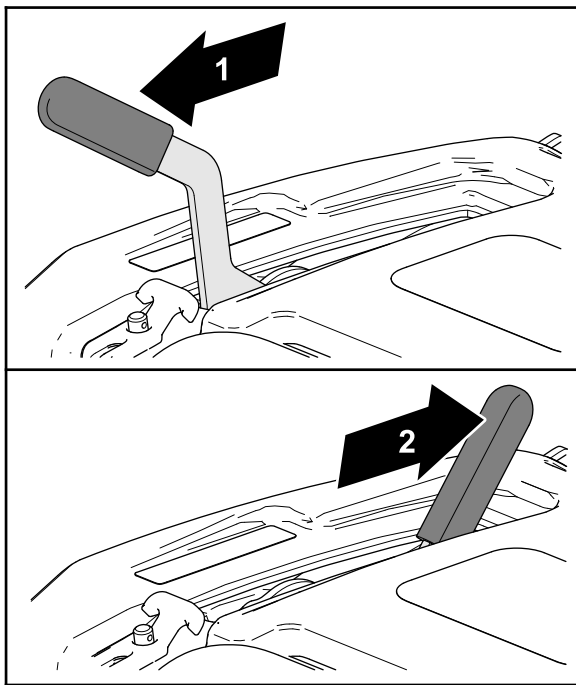

図 26
- 駐車ブレーキハンドルを引くと駐車ブレーキが掛かる 図 26。